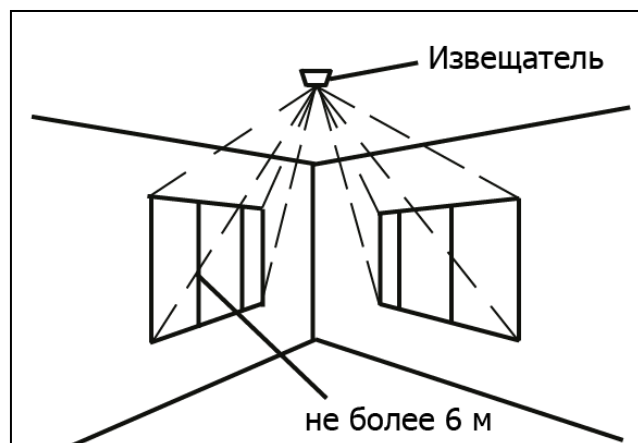

Рис.4. Установка извещателя на потолке для охраны остекленных поверхностей на соседних стенах
6. Переведите «RGD» в режим тестирования радиоканала (см. раздел 6). По работе светового индикатора (5) (раздел 7, рис.4) убедитесь, что в месте предполагаемой установки «RGD» происходит уверенный обмен посылками (допускается отсутствие 2-3 ответов на 10 отправленных посылок).